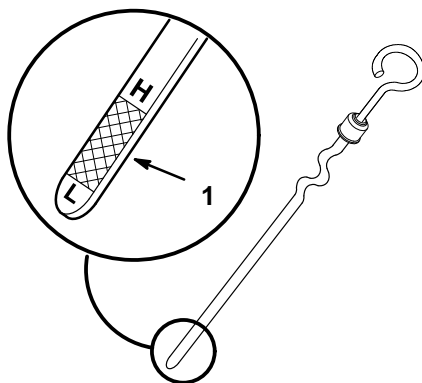

Figure 5
4. Retirer la jauge d'huile et bien essuyer l'extrémité métallique (Fig. 5).
5. Réinsérer la jauge à fond dans l'ouverture de jauge, puis la retirer et voir jusqu'où l'huile arrive sur l'extrémité métallique. Si le niveau d'huile est proche ou inférieur à la marque du bas (L), retirer le bouchon de remplissage et ajouter de l'huile sans dépasser la marque supérieure (H) de la jauge. (Type d'huile et viscosité à utiliser en fonction des conditions de température: voir huile moteur, page 28).